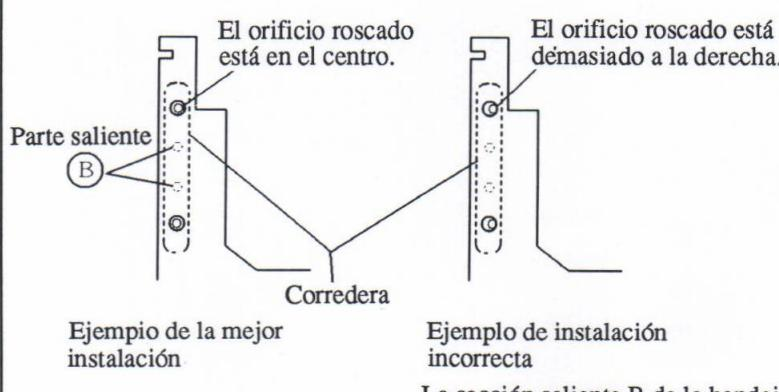

Figura 14
- Después de volver a comprobar si el orificio roscado de la corredera está colocado en el centro del orificio roscado de la bandeja 1, como se muestra en la figura 14, apriete con los tornillos C1 y C2, por este orden.